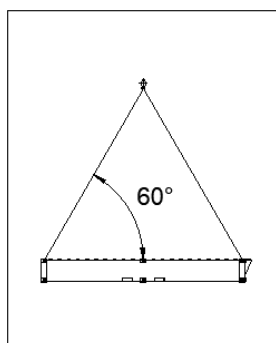

Abbildung 1
2. Der Winkel zwischen dem Hebeseil und der Horizontale muss min. 60° betragen. Die erforderliche Seillänge bei einem 20' / 10' / 8' Fäkalientank beträgt mindestens 6 m / 3 m / 2,4 m, siehe Abbildung 1.